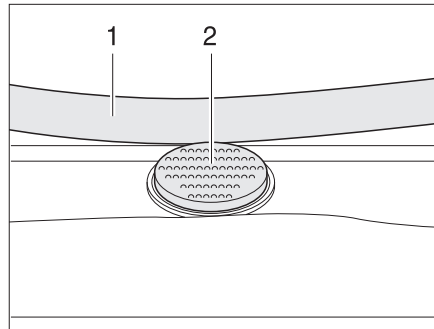

Fig. 42 Bouton de sûreté sur le lanterneau Heki
- Appuyer sur le bouton de sûreté (Fig. 42,2) et tirer l'étrier (Fig. 42,1) vers le bas avec les deux mains.
- Pousser l'étrier vers le haut avec les deux mains jusqu'à ce que ce dernier se trouve au-dessus du bouton de sûreté (Fig. 42,2).